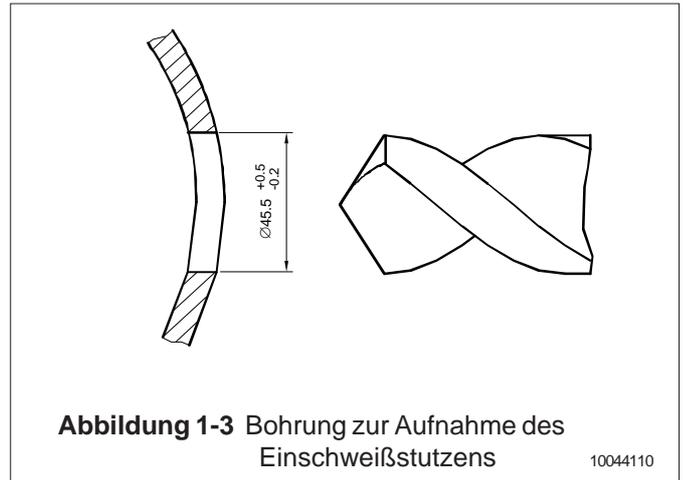

Abbildung 1-3 Bohrung zur Aufnahme des Einschweißstutzens
- Einbringen einer Bohrung $\varnothing 45.5$ mm (+0.5/-0.2 mm Toleranz) in Tank bzw. Rohrleitung gemäß Abbildung 1-3.